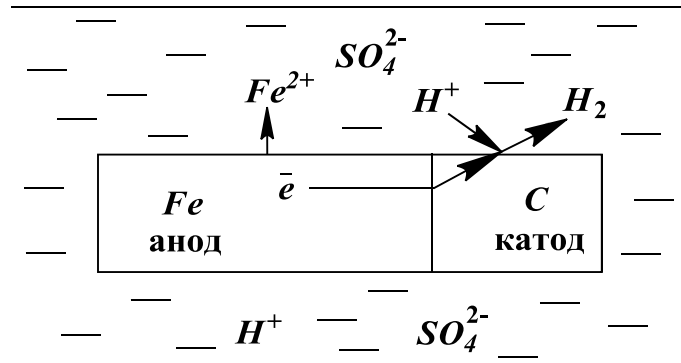

Рисунок 5.10 – Схема електрохімічної корозії сталі у розчині кислоти
- 3) схему мікрогальванічного елемента, що утворюється в розчині кислоти в процесі корозії металу з енергетично неоднорідною поверхнею, яка містить ділянки заліза та вуглецю (рис. 5.10), рівняння анодного і катодного процесів;